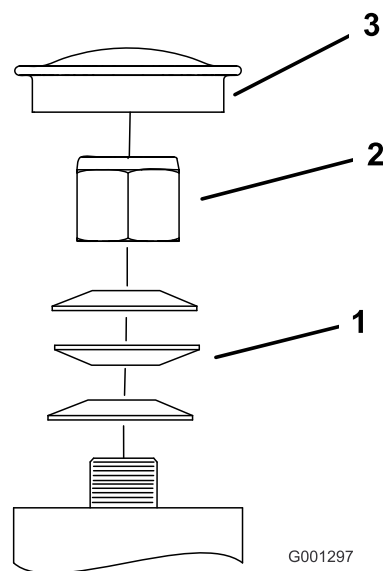

Figure 63
3. Retirez le capuchon antipoussière de la roue pivotante et serrez le contre-écrou (Figure 63).
4. Continuez de le serrer jusqu'à ce que les rondelles élastiques soient aplaties, puis desserrez-le de 1/4 de tour pour obtenir la précharge correcte des roulements (Figure 63).
Important: Veillez à placer les rondelles élastiques comme montré à la Figure 63.
5. Remettez le capuchon antipoussière en place (Figure 63).